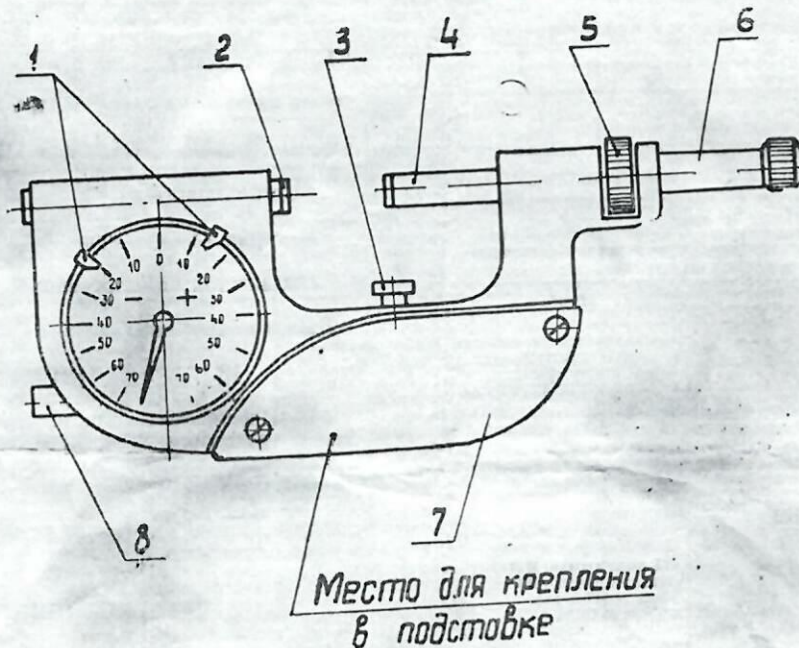

Рис. 1. Скоба с отсчетным устройством повышенной точности типа СРП
6.1. Поместите концевую меру или образцовую деталь при настройке скобы на размер между измерительными поверхностями подвижной 2 (см. рис. 1) и переставной 4 пяток, отвернув предварительно колпачок 6, и вращайте гайку 5 до тех пор, пока стрелка отсчетного устройства не совместится с нулевым делением шкалы.
6.6. Закрепляйте скобу в подставке без пережима только за место, указанное на рис. 1, предварительно подложив мягкий материал.